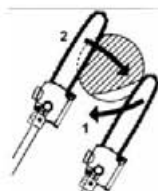

Fig. PP13
5.7.1- Relieving cut (Fig. PP13)